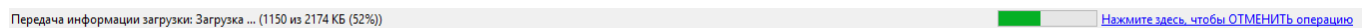

Рисунок 4.9 – Процесс загрузки прикладного ПО в ПЛК
3.10. Процесс загрузки будет отображен в нижней части окна среды разработки Codesys (рисунок 4.9).